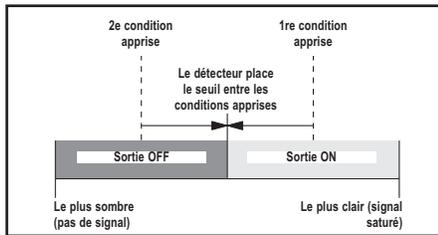

Figure 3. Apprentissage statique (fonctionnement clair illustré)
- Positionne un seuil de détection (point de commutation) à l'emplacement optimal entre les deux conditions apprises, avec la condition de sortie ON située d'un côté et la condition OFF de l'autre (voir Figure 3)